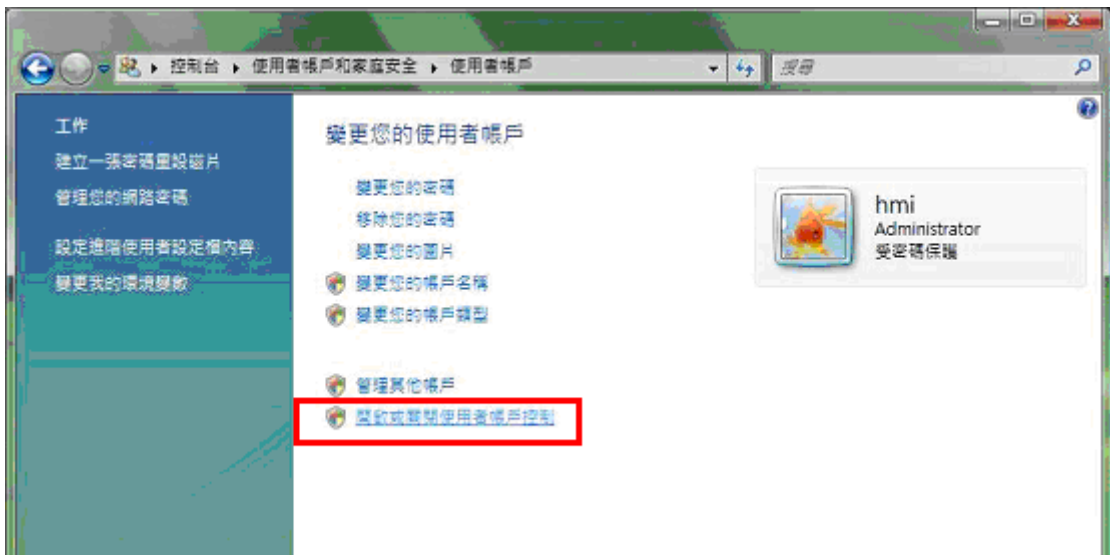

图 3-1-8 开启或关闭用户帐户控制画面
3. 当 Vista 操作系统首次安装 Screen Editor 软件, 请先进入控制面板【关闭用户帐号】。控制面板→用户帐户和家庭安全→用户帐户→开启或关闭用户帐户控制 (图 3-1-8)。